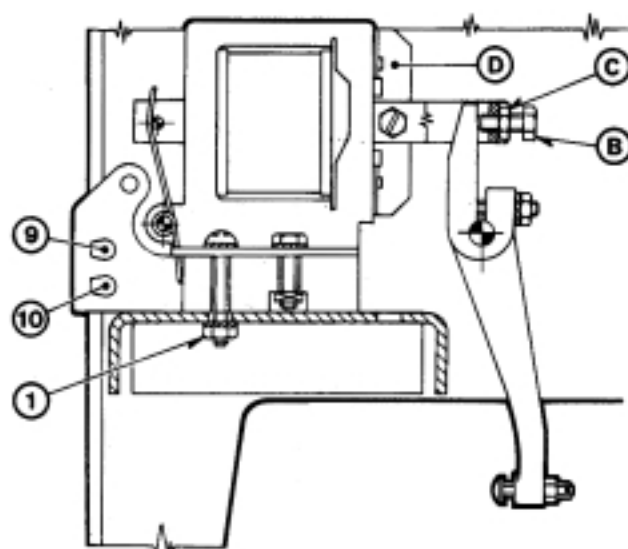

Fig. 24
L'applicazione dello sganciatore di apertura va effettuata come segue (fig. 24):
Fitting the shunt trip takes place as follows (fig. 24):
Eliminare i due dadi (1) (fig. 24) di fissaggio e le relative rosette dello sganciatore di apertura e le due viti e rosette dello sganciatore a minima tensione.
Eliminate the two adjusting nuts (1) (fig. 24) and washers from the shunt trip and the two screws and washers from the undervoltage release.